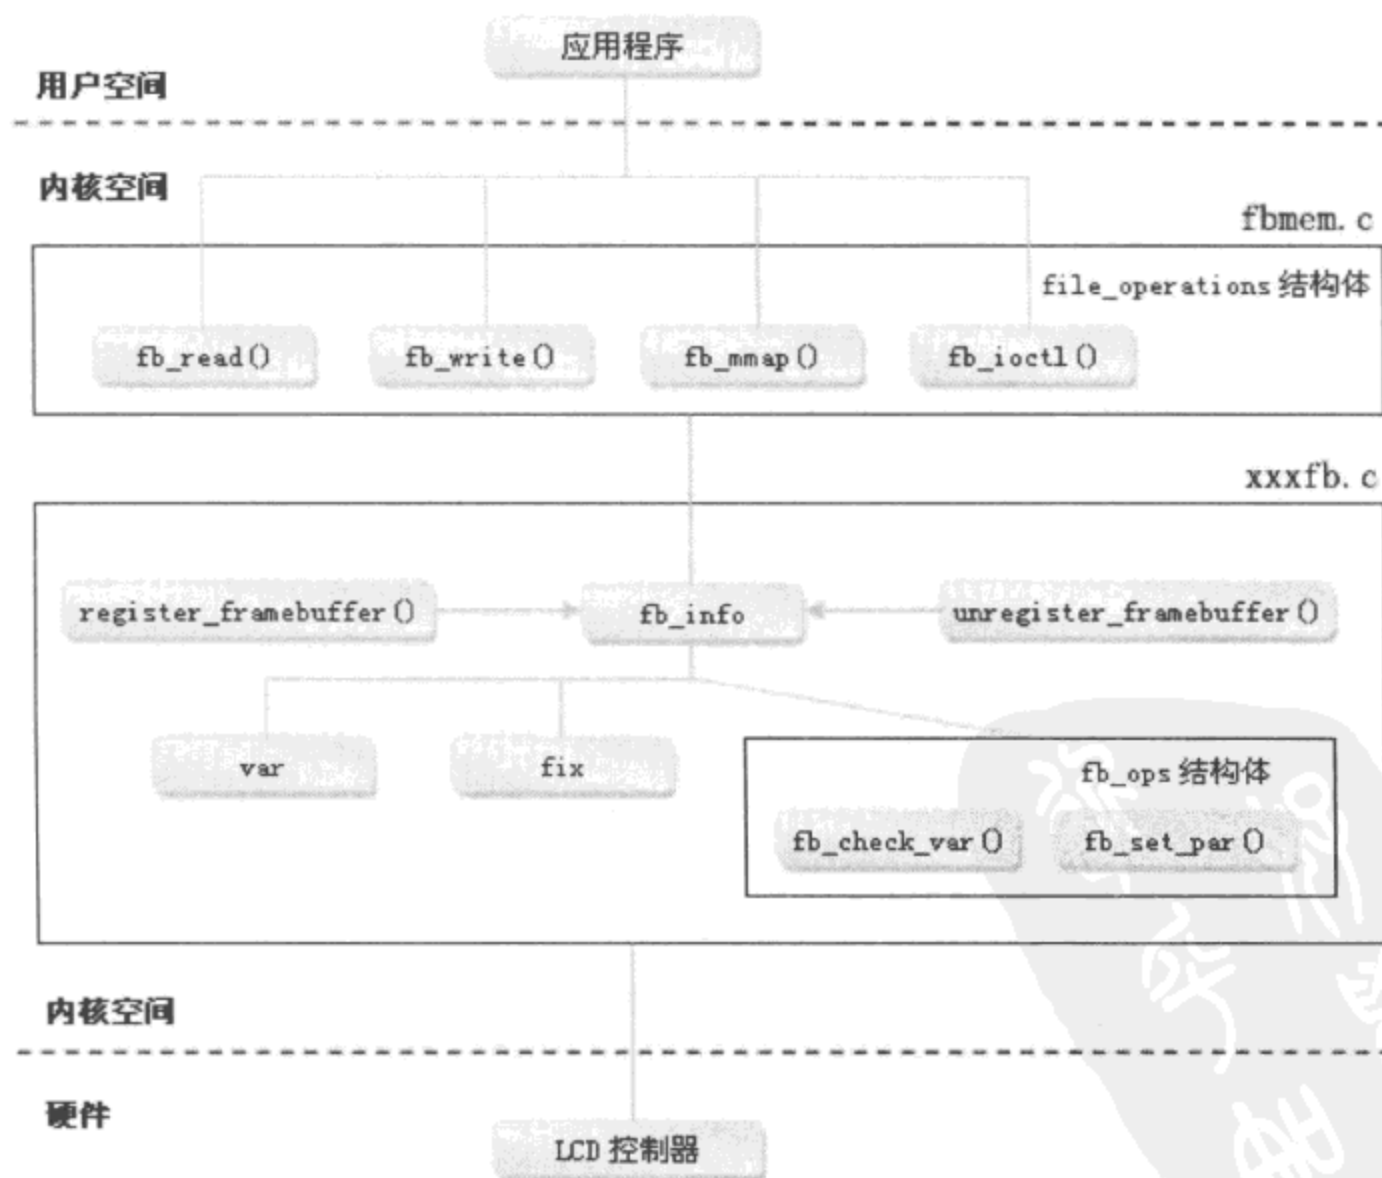

图 12-6 帧缓冲设备驱动程序结构图
1. 帧缓冲设备驱动在 Linux 子系统结构(图 12-6)